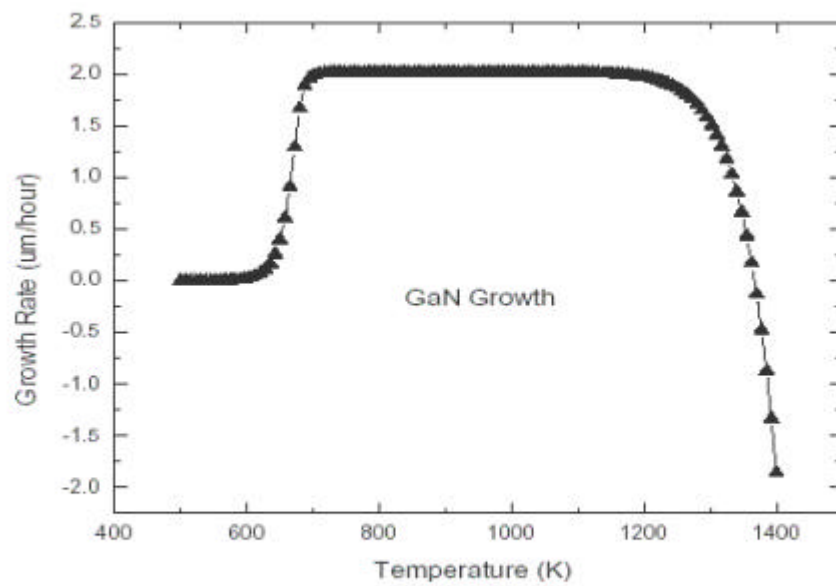

図6 高速な動化学解析は結晶成長の最適温度の検証に利用
- (6) 図6は、レベル1の高速解析（十分攪拌された状態）のGaNの成長レートと温度の様子を表したものです。